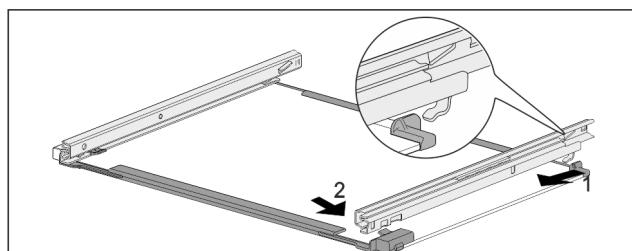

Fig. 191 Скляна пластина з рейками
- Зачепити рейку ззаду. Fig. 191 (1)
- Зафіксуйте рейку спереду. Fig. 191 (2)